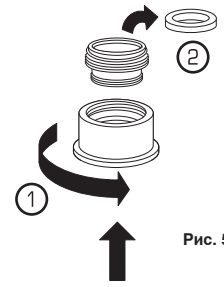

Рис. 5
b1). Если кран слишком маленький, присоедините переходник с резьбой к металлическому соединителю ① и уберите резиновую прокладку ② (рис. 5).